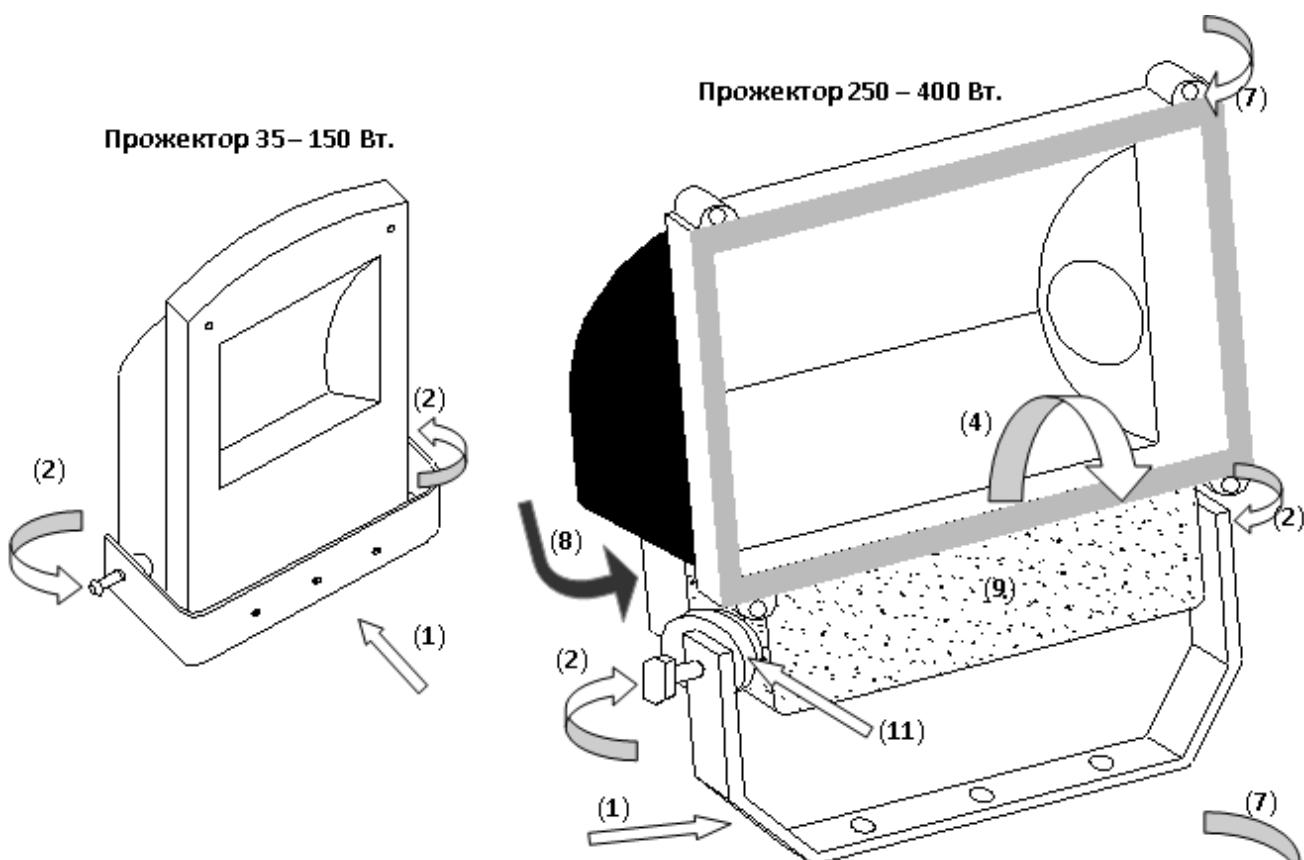
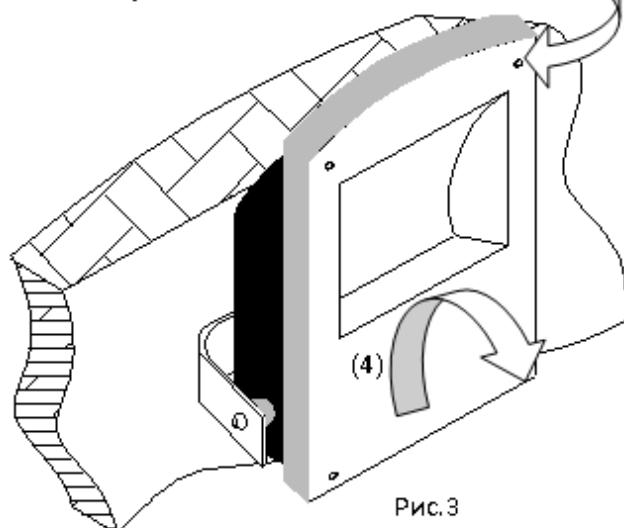
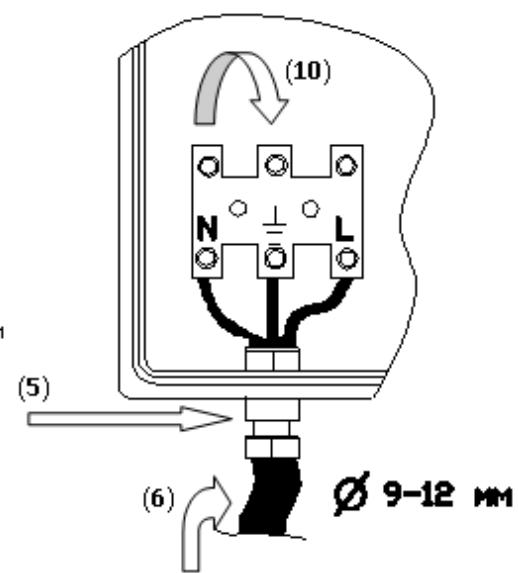

Рис.1
Рис.3
Рис.4
- ❖ С распакованного проектора снять лиру (1), отвернув два винта (2) ее крепления на корпусе (рис.1).
- ❖ Установить корпус проектора на лире так, чтобы она не препятствовала откидыванию передней крышки (4) проектора (рис.3) и вводу питающего кабеля (5) в кабельную втулку (6) (рис.4).
- ❖ Откинуть переднюю крышку (4) (рамку с защитным стеклом проектора 250 или 400 Вт), отвернув 4 винта (7) ее крепления на корпусе (рис.3). У проектора 250 – 400 Вт снять заднюю крышку (8) электрического бокса (9) (рис.1).
- ❖ Ввести в кабельную втулку (5) подготовленный кабель питания (6) и закрепить его концы в клеммной колодке (10), соблюдая указанную полярность (рис.4).
- ❖ Установить проектор под необходимым углом к вертикали, используя угломерную шкалу (11), и закрепить корпус проектора на лире (1).